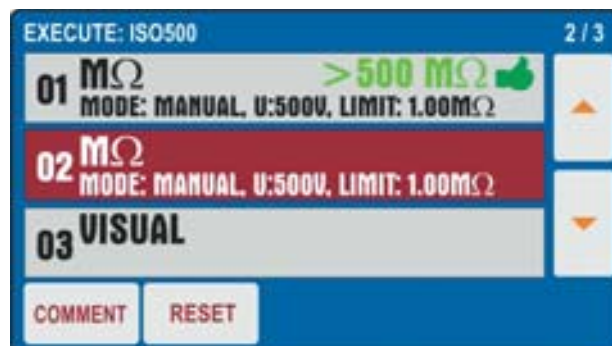

Fig. 77: Fonction AUTO TEST – Résultat partiel test 01
5. Appuyez à nouveau sur le bouton **START/STOP** pour terminer le test "01". L'instrument enregistre le premier résultat partiel de l'autotest et se prépare automatiquement à l'exécution du prochain test "02" (voir Fig. 77)